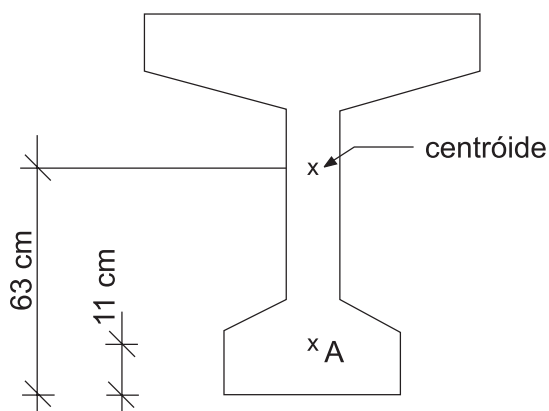

Figura 1
- o sistema construtivo introduziu esforço na viga, o qual, para efeito de análise da seção no meio do vão pode ser considerado como um esforço de compressão de 1.750 kN aplicado no ponto A da seção esquematizada na Figura 1;